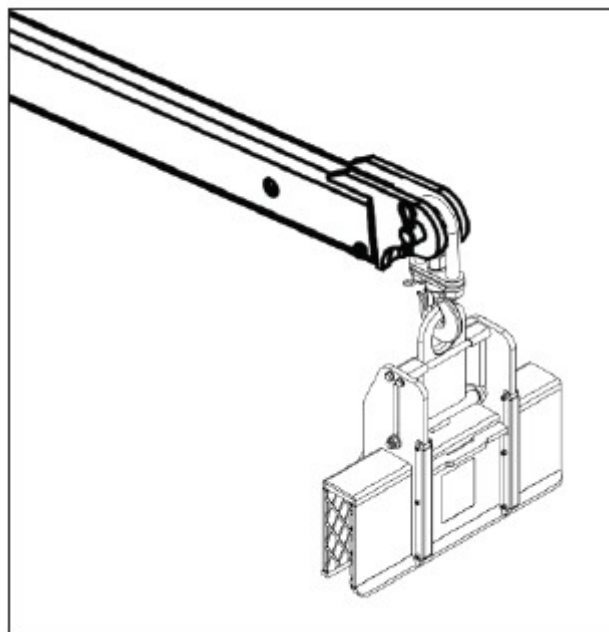

Abbildung 1.1
**Schritt 1:** Haken Sie den Plattengreifer Kaiman 50 Kompakt auto an einen Gabelstapler(ausleger) oder Kranhaken an (Abbildung 1.1).